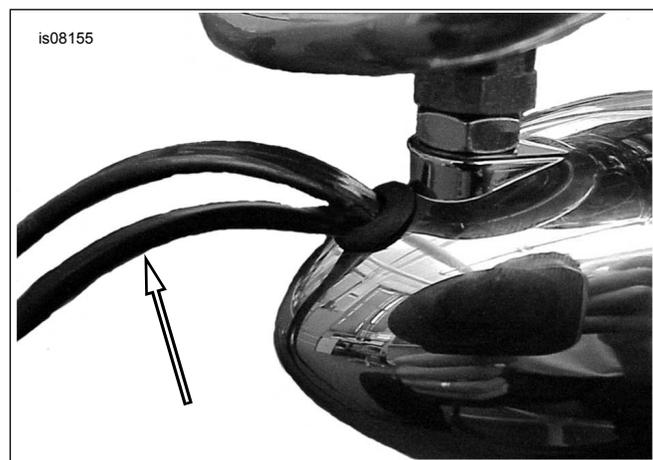

Figura 11. Orientação do fio do farol de ultrapassagem
11. Veja Figura 11. Oriente o fio do farol de ultrapassagem através do ilhó do alojamento da luz direcional.